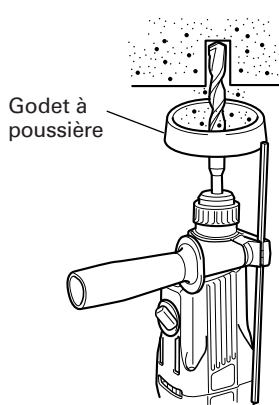
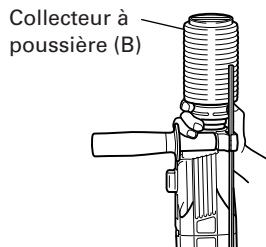

Fig. 3
Fig. 4
## 7. Lors de l'installation de la capuchon à poussière ou du collecteur de de poussière (B) (accessoires en option) (Fig. 3, Fig. 4)
Utiliser la capuchon à poussière en la fixant au foret comme montré dans la Fig. 3.
- Pose du collecteur à poussière (B)
Lors de l'utilisation du collecteur à poussière (B), l'insérer par le bout du foret en l'alignant avec la rainure sur la poignée. (Fig. 4)